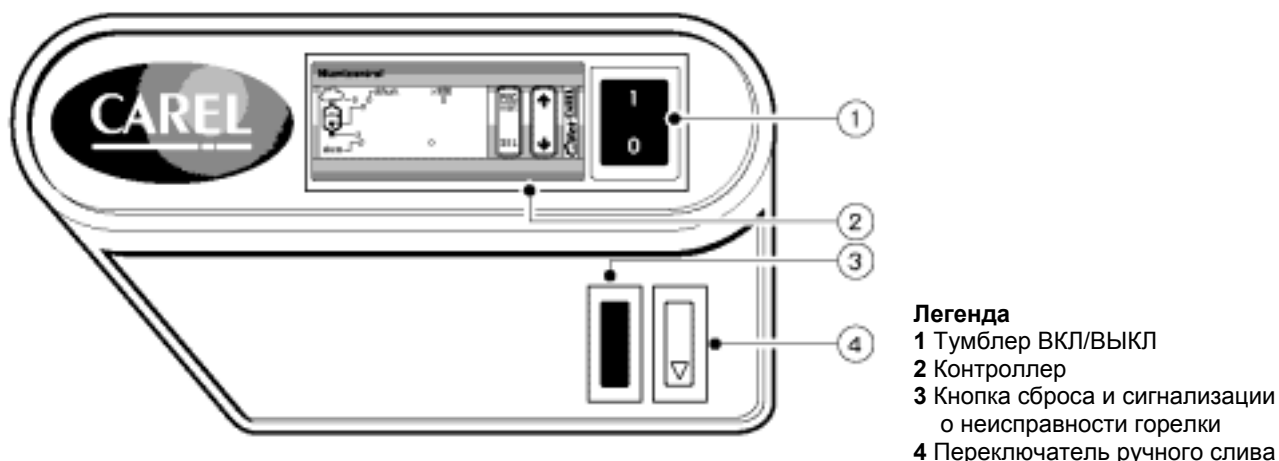

Рис. 6.3.1
Если для проведения технического обслуживания требуется слив воды из цилиндра, то перед отключением электропитания необходимо нажать и удерживать кнопку слива 4 (Рис. 6.3.1), активизируя таким образом открытие дренажного клапана до полного слива воды из цилиндра.
- Выключите и вновь включите увлажнитель с помощью выключателя, расположенного на панели управления увлажнителя (рис.6.3.1).